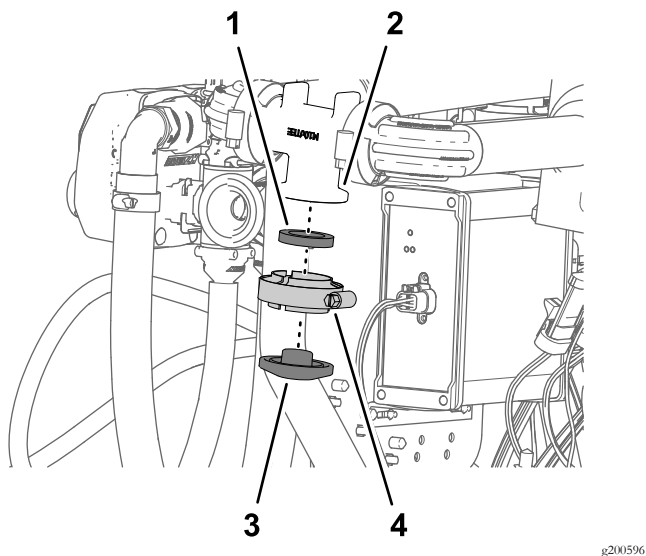

图136
3. 使用在步骤 2 中卸下的法兰夹具和垫片将平头夹具组装到流量计歧管法兰上并用手紧固夹具 图136。